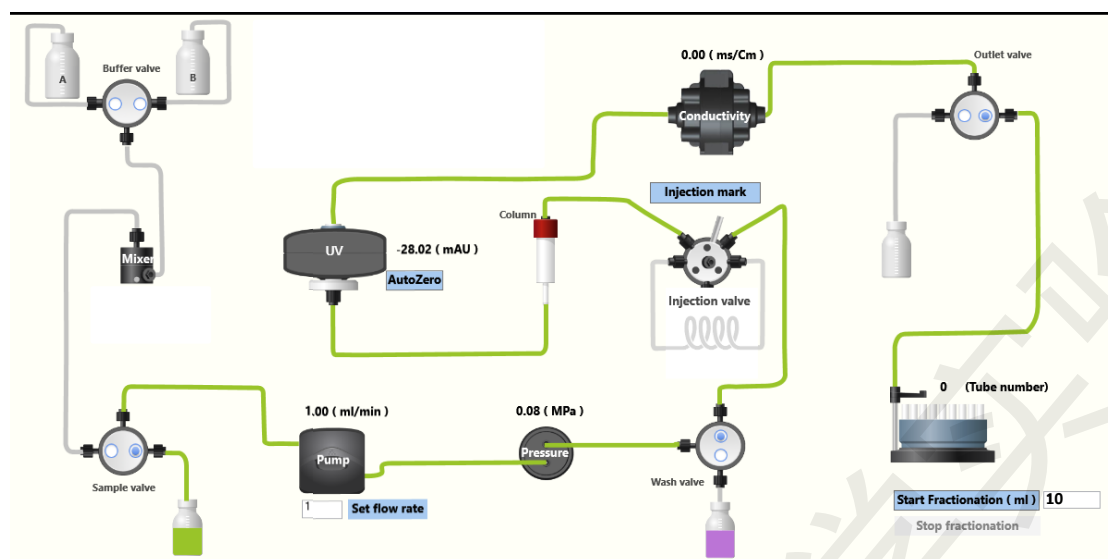

图 9 上样流路
- 4) 在 Chromatogram 界面检查 UV 基线稳定后，在 Process Picture 界面的 UV 检测器处点击“Auto Zero”。**暂停流速**，将样品阀处的上样管插入准备好的样品中，在软件界面检查流路（确认样品阀和清洗阀的状态），**点击继续**，操作相应的阀门使流路与图 9 所示一致，开始上样。若之前未提前开始收集，此时应设置收集器并点击下方的“Start Fractionation”开始收集。